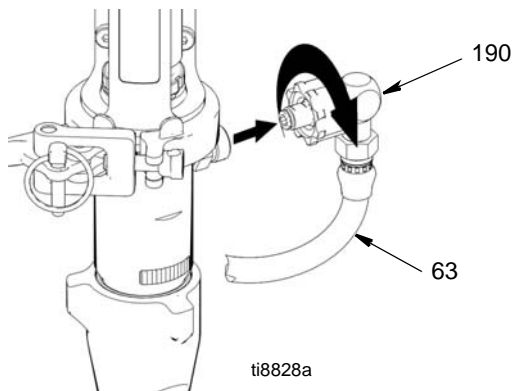

FIG. 13
3. (Fig. 13) Afmonter sugeslangen (114).